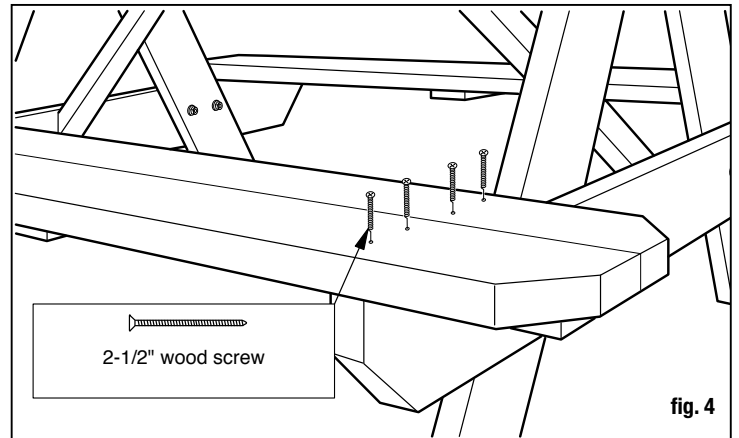

fig. 4
Place the outside edges of the seats (B) flush with the ends of the seat crossmembers and align the ends of the seats with the ends of the table top. To avoid splitting, predrill screw holes using a 1/8" drill bit. Attach the seats to the crossmembers using four (4) 2-1/2" wood screws at each end of both seats (fig. 4).
Coloque los bordes exteriores de los asientos (B) al nivel de los extremos de los travesaños de los asientos y alinee los bordes de los asientos con los bordes de la cubierta de la mesa. Para evitar rajaduras, pretaladre los agujeros con una broca de taladro de 0.32 cm. (1/8 pulg.). Sujete los asientos a los travesaños utilizando cuatro (4) tornillos para madera de 6.4 cm. (2-1/2 pulg.) en cada extremo de ambos asientos (fig. 4).